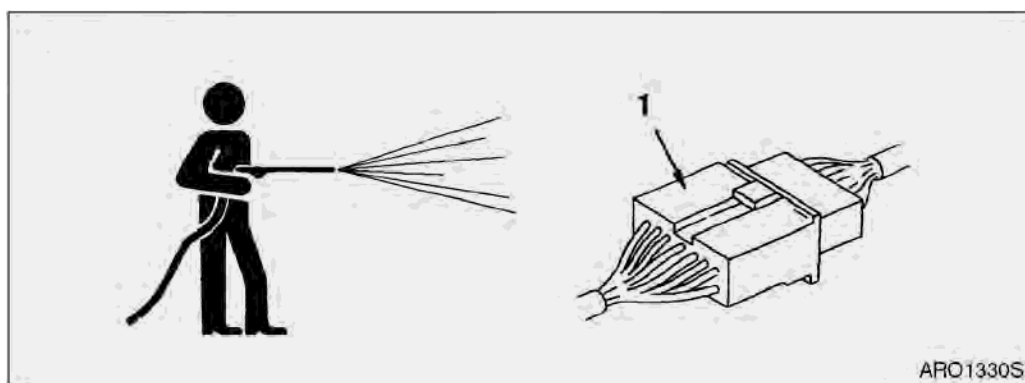

Рис. 29
- Нельзя направлять струю воды непосредственно на электрические компоненты (датчики, разъемы) (1, рис. 29). Попадание воды в электросистему несет опасность нарушения ее работы и возникновения неисправностей.